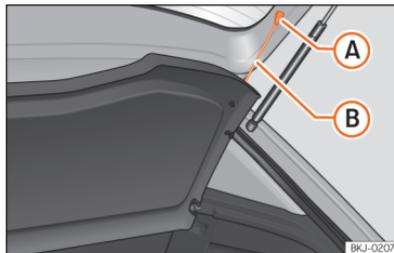

Abb. 137 Im Gepäckraum: Gepäckraumabdeckung aus- und einbauen.
- Hängen Sie die Haltebänder »» (Abb. 137) **B** aus den Aufnahmen **A** aus.
- Hängen Sie die Haltebänder »» (Abb. 137) **B** an der Heckklappe ein.